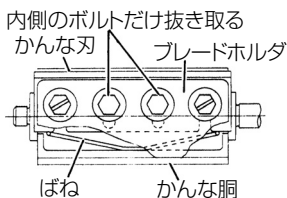

図 11
(3) 後部ベースの斜め穴から、付属のドライバーをさし込み、外側のボルトの頭部の溝に合わせてゆるめると、かなな刃はばね(図 11)に押されて数ミリ飛び出します。(図 13)
(4) かなな刃の両端を持って、取りはずします。